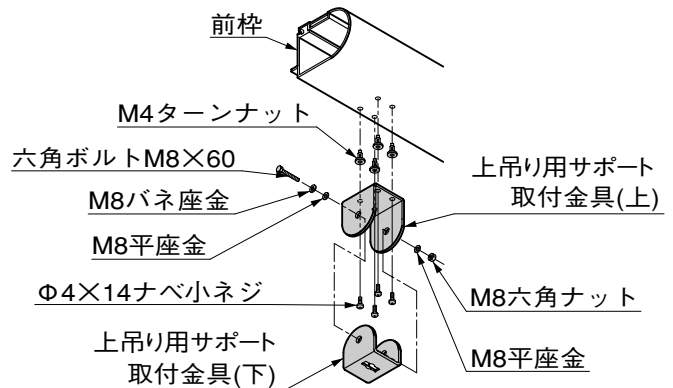

図3-3
❷ 上吊り用サポート取付金具(上)(下)を、前枠に取付けてください。(図3-3)